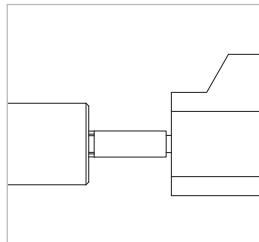

Figure 3
- ▶ Saisir la pièce d'essai et la placer dans l'axe en butée sur le connecteur (*Figure 3*).